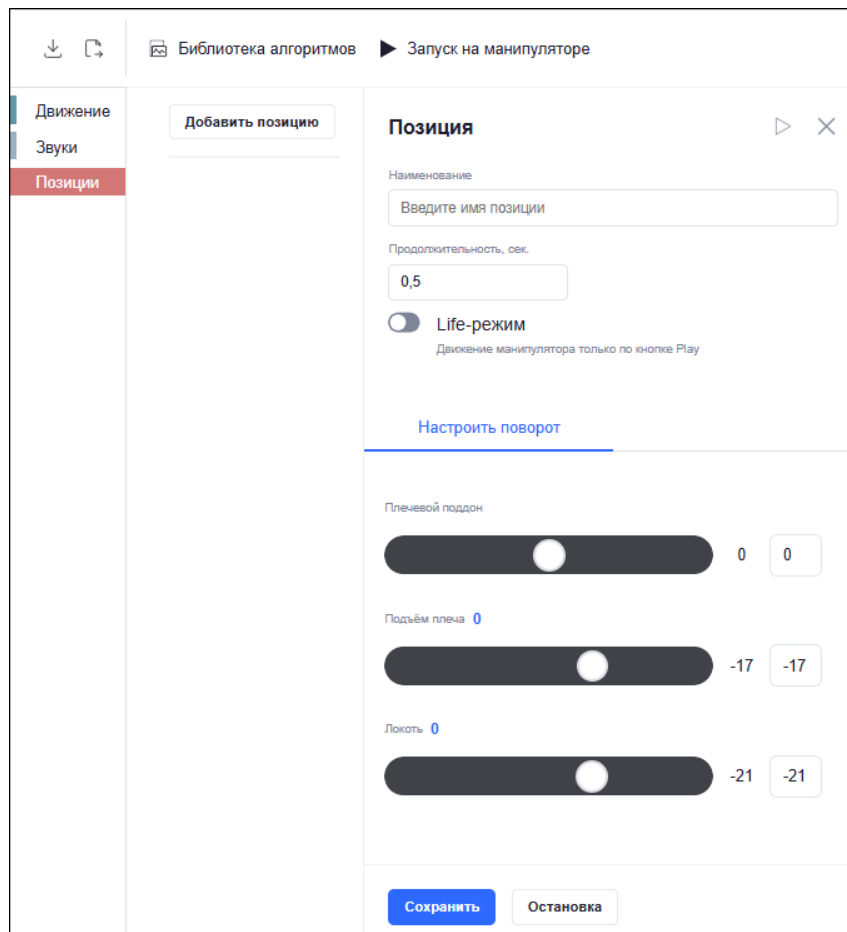

Рисунок 53 – Раздел «Позиции»
- Раздел «Позиции» содержит кнопку «Добавить позицию», при нажатии на которую открывается форма для создания позиции манипулятора. Форма содержит (Рисунок 53):